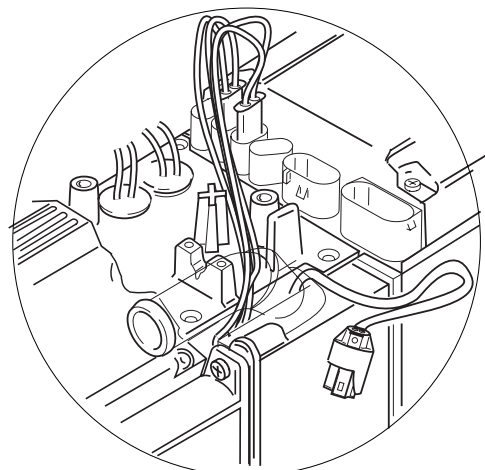

Abb. 809 Wechsel des Brennereinsatzes (Seite 2 von 2)
9. Zentraldeckel (2) mit Senkschrauben (1) befestigen. Dabei Magnetventil-Kabel Richtung Kühlmittelaustrittsstutzen entsprechend Abb. 809 ziehen.